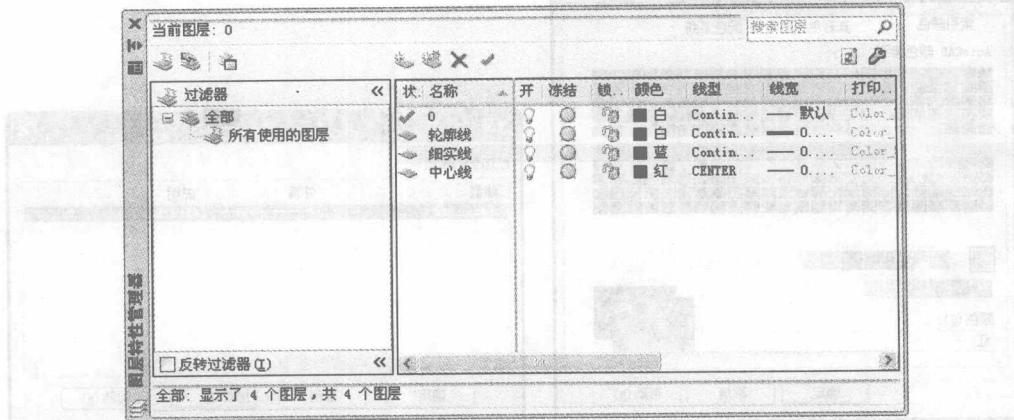

图 2-8 设置图层
(7) 用相同的方法再建立另一个新层，命名为“轮廓线”和“细实线”。“轮廓线”层的颜色设置为黑色，线型为 Continuous（实线），线宽为 0.30 毫米；“细实线”层的颜色设置为蓝色，线型为 Continuous（实线），线宽为 0.09 毫米。并且让两个图层均处于打开、解冻和解锁状态，各项设置如图 2-8 所示。
(8) 选择中心线图层，单击当前按钮，将其设置为当前层，然后确认关闭“图层特性管理器”对话框。